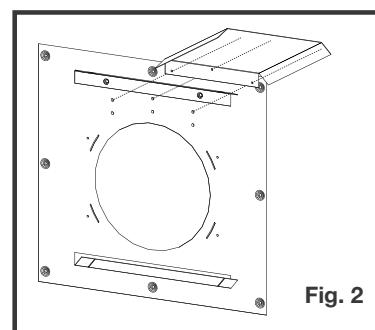

Fig. 2
- Installez un écran protecteur sur le dessus d'une côté de l'espaceur coupe-feu (**Figure 2**).